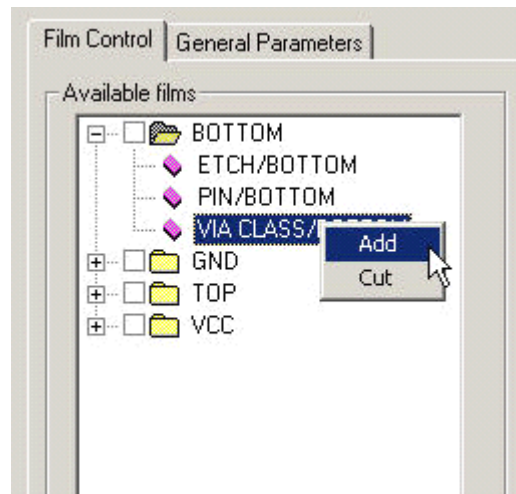
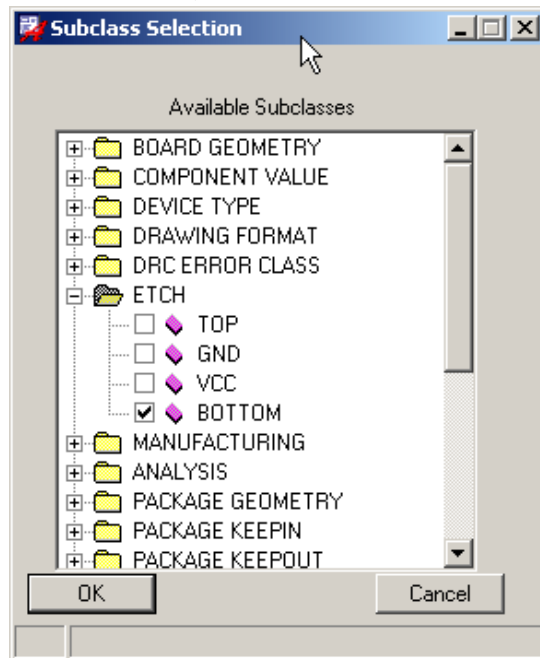

图 8
图9 “Subclass Selection”对话框
2.4 单击“Available films”中“Bottom”前的“+”号，可以看到“Bottom”底片是由Etch、Pin、Via Class等相关Class/Subclass的图形数据组成。选择“Bottom”打开后的最后一个图形数据，然后点击右键，选择“Add”命令（图8），弹出“Subclass Selection”对话框（图9），可以增加新的Class/Subclass的图形数据。